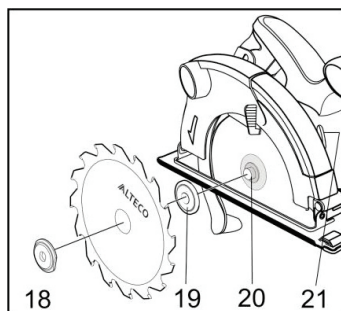
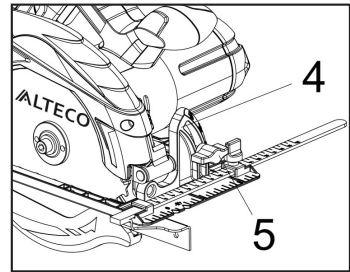

Рис. 3
Рис. 4
- Ослабьте фиксатор угла наклона (5) и дополнительный фиксатор (23) (рис. 3), расположенный возле шкалы глубины пропила (рис. 4).
- Установите необходимый Вам угол наклона, согласно шкалы (4).
- Затяните фиксаторы (5) и (23).